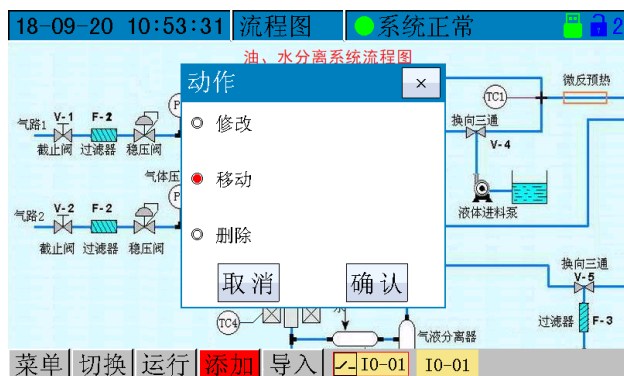
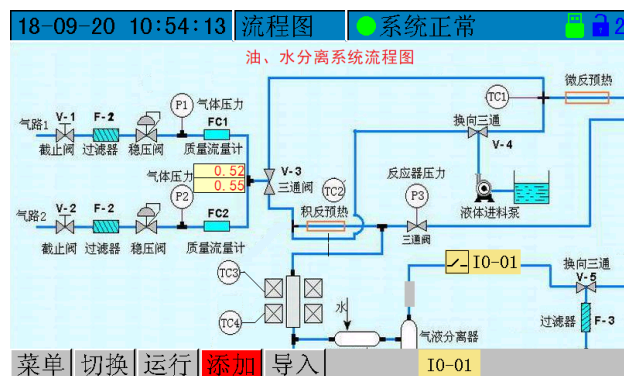

图 25
图 26
- (6) 点击这个开关图标控件，在弹出对话框中选择“移动”（图 25），控件开始绿色闪烁后，点击欲放置的大致位置控件移动，然后用上、下、左、右按键微调位置（图 26）。